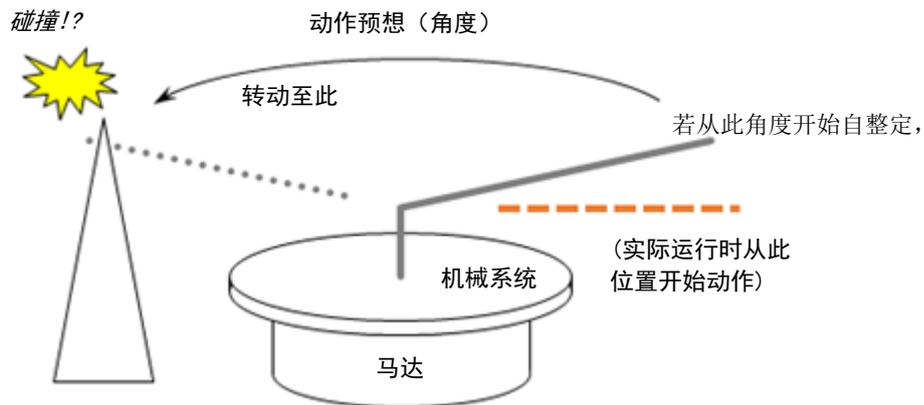

图 3-3 从不适当的位置开始自整定时与周围构造物碰撞之虞
- 若从不适当的位置或角度开始动作，及指定不适当的动作方向而执行自整定，则在实际运行时恐会有与理应不会碰撞的制动器或周围构造物碰撞之虞（参照图3-3）。请对于基于马达动作量（参照3-1-4节）的机械系统的预想动作，以与制动器等离开足够距离的方式，充分注意开始位置、角度和动作方向执行操作。